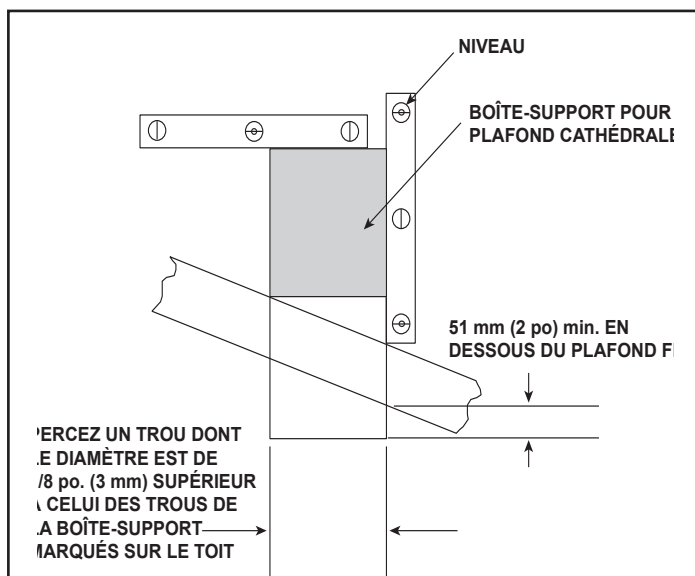

Figure 7.9
- Introduisez la base de la boîte-support dans l'ouverture du toit jusqu'à ce que son fond sorte sous le plafond d'au moins 51 mm (2 po) (figure 7.9).